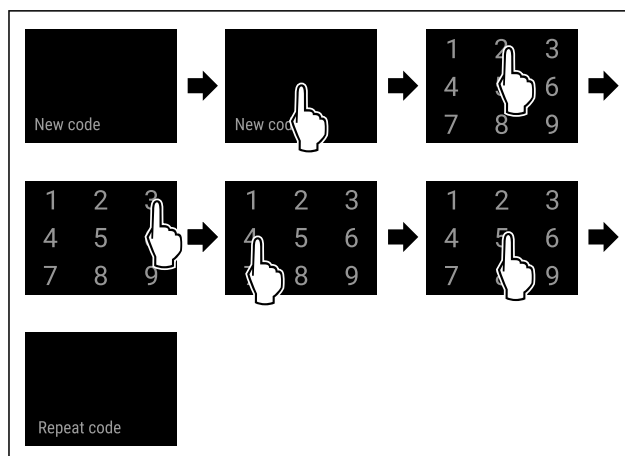

Fig. 92
- ▶ Suivre les étapes (voir Fig. 92) .